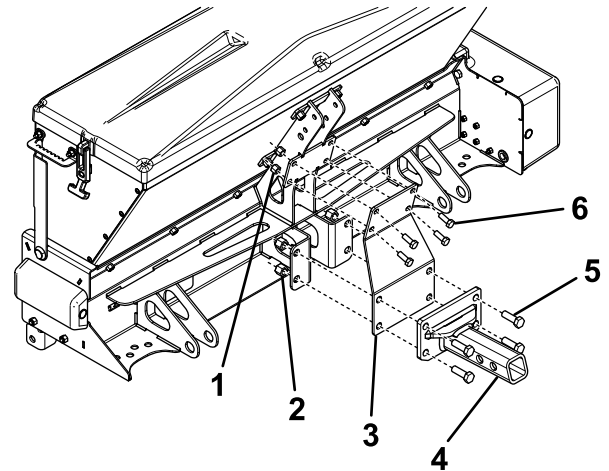

Figura 7
1. Sujete provisionalmente la parte superior de la placa de enganche al esparcidor con 4 pernos (3/8") y contratuercas (Figura 7).
2. Sujete la barra de tracción a la placa de enganche y al esparcidor con 4 pernos (1/2" x 1 1/2") y contratuercas (Figura 7).